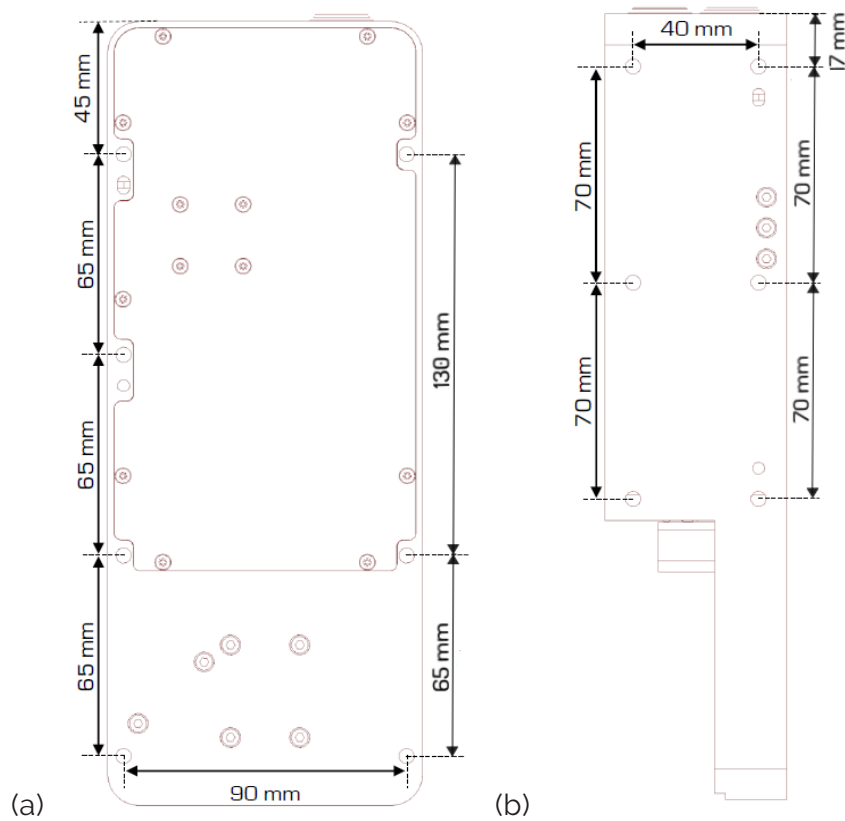

图 7: heliInspect™ H8 壳体尺寸
- b. 按图 7 所示尺寸绘制钻孔图样
(+) 在壳体背面。螺钉连接有一个 M6 内螺纹。最大螺钉深度为 8 mm(» 图 7(a))
(+) 在壳体侧面。螺钉连接有一个 M6 内螺纹。最大螺钉深度为 8 mm(» 图 7(b))